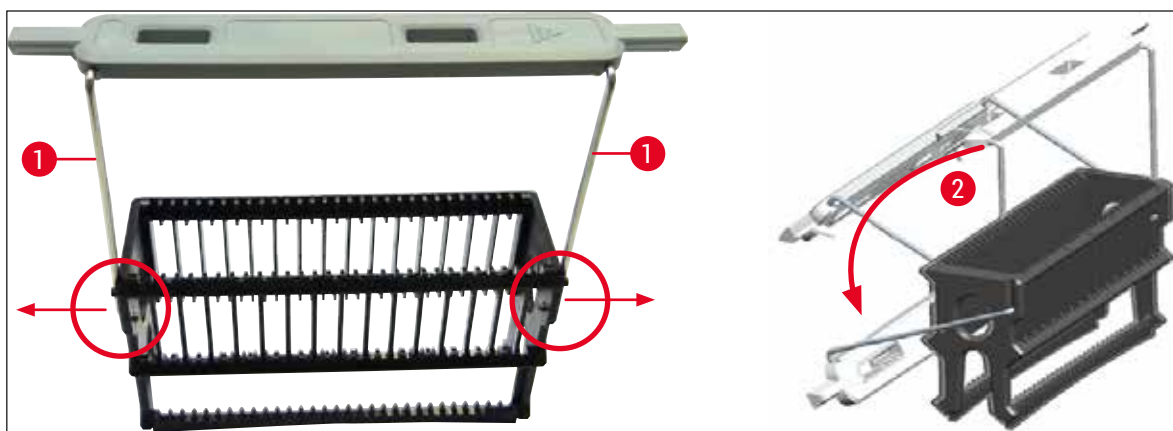

Fig. 69
- Sørg for, at håndtaget sidder korrekt i øverste position, centreret over stativet (→ Fig. 69)